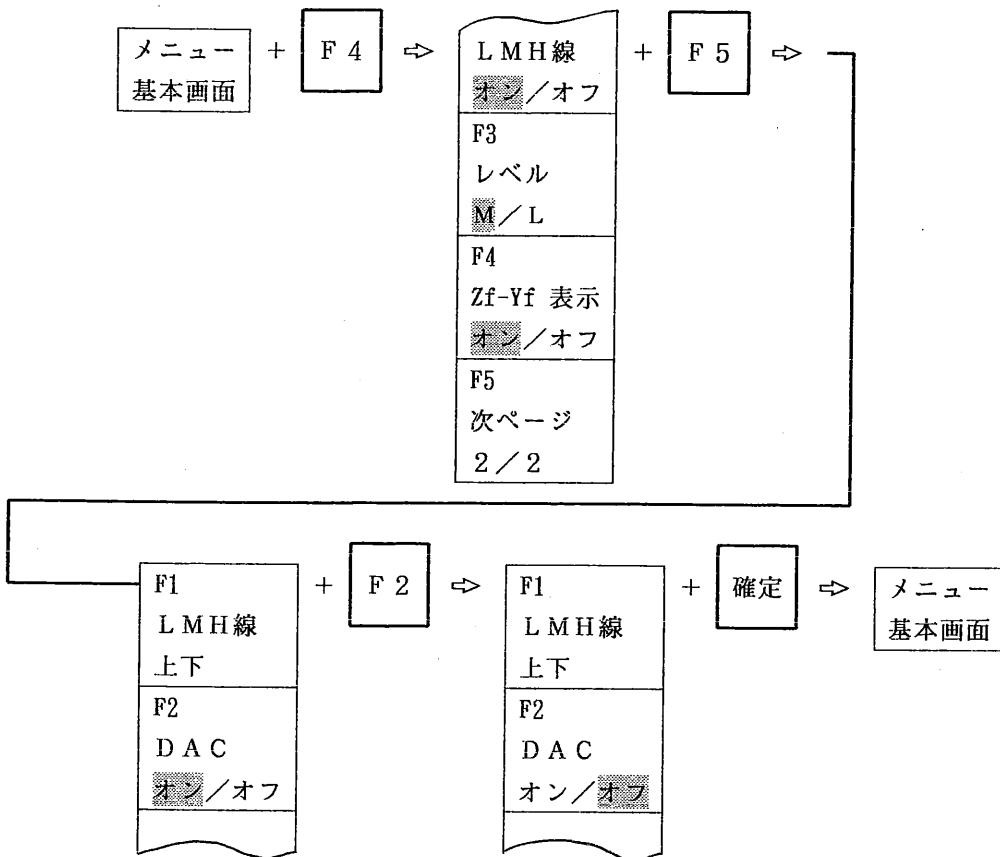

図 9.3.15 DAC オンからオフの手順
- ① 選択キー [F 4] を 1 回押すと図 9.3.15 の上の選択メニューが表示されます。更に選択キー [F 5] を 1 回押すと図 9.3.15 の下の選択メニューが表示されます。